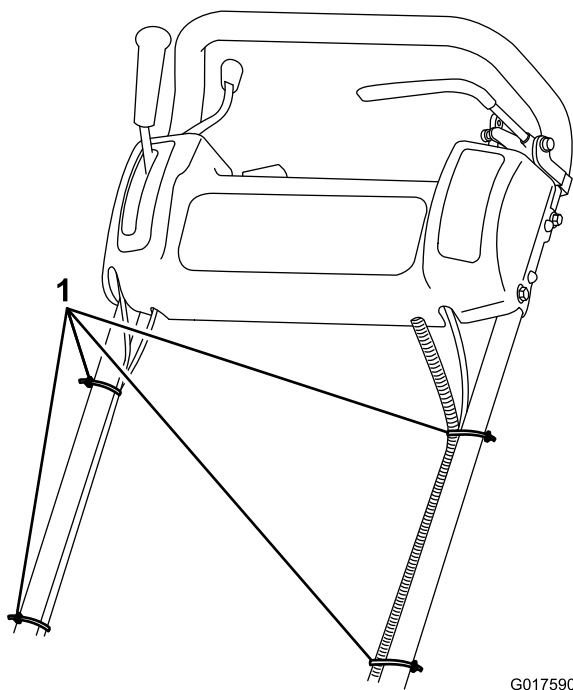

Рисунок 5
7. Прикрепите к рукоятке тросы и жгут проводов кабельными стяжками (Рисунок 5).